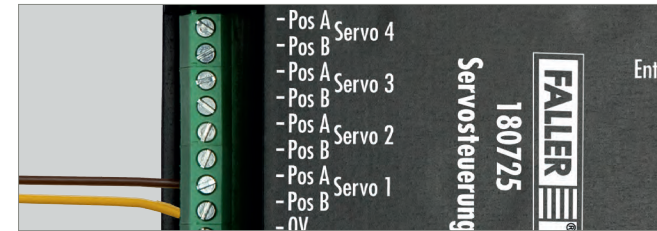

Abb. 5: Taster anschließen
- ▶ Schließen Sie einen oder mehrere Taster an die Anschlüsse »Pos A Servo 1« – »Pos A Servo 4« und »Pos B Servo 1« – »Pos B Servo 4« an der Servosteuerung an, siehe Abb. 5.